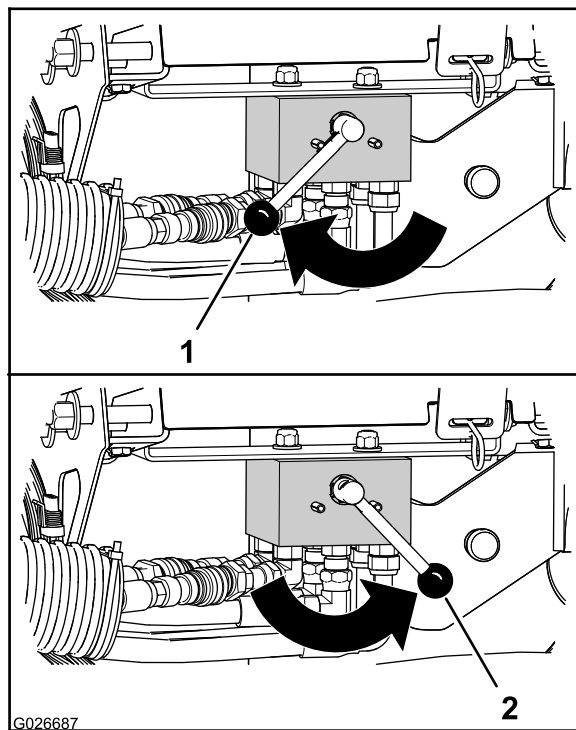

Figura 18
- **Sollevamento barre dell'irroratrice** - ruotate la stegola per la valvola selettiva **in senso orario** per azionare il sollevamento barre dell'irroratrice (Figura 18).
- **Sollevamento del pianale** - ruotate la stegola per la valvola selettiva **in senso antiorario** per azionare il sollevamento del pianale (Figura 18).